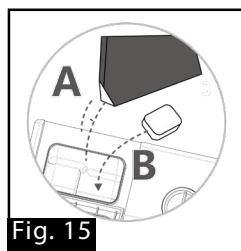

Fig. 15
3. Ajouter la quantité de détergent nécessaire (Fig. 15).